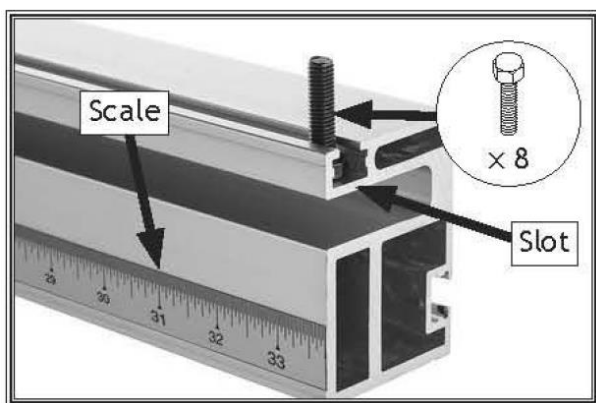

Рисунок 23. Болт с шестигранной головкой, расположенный в пазу передней части направляющей параллельного упора.
12. Расположите параллельный упор так, чтобы шкала была обращена к вам. Вставьте (8) болты с шестигранной головкой M8-1.25 x 30 в открытый паз (см. рис. 23).